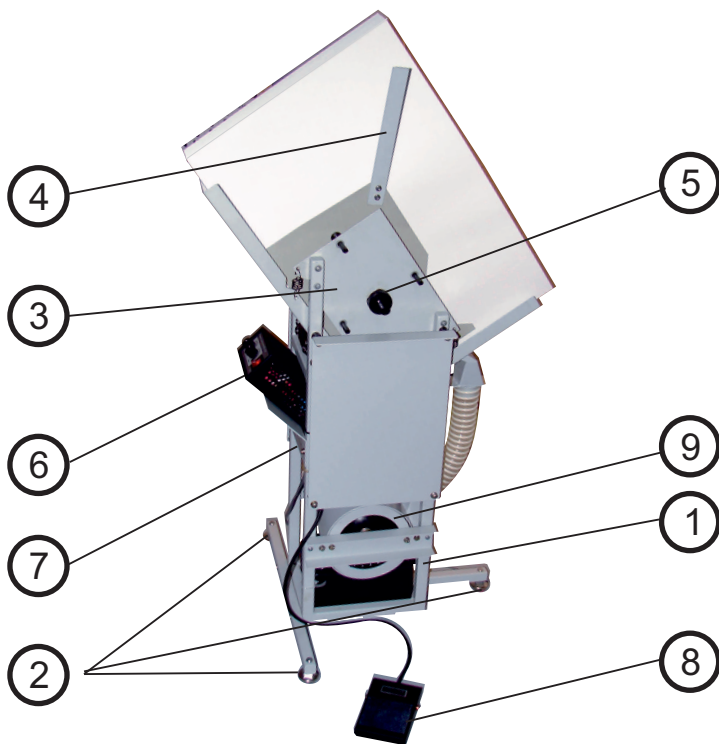

Рис. 1. Устройство сталкивателя
Основание сталкивателя выполнено в виде сварной конструкции из труб квадратного сечения (1) (см. рис. 1). Снизу основания вкручиваются три ножки (2). Две из них вместе с несущей планкой закреплены на основании с помощью винтов и могут сниматься для уменьшения габаритов при транспортировке.
1. Прикрутите с помощью винтов ножки (2) (см. рис. 1) вместе с планкой и направляющие (4) для больших форматов, если они были сняты для транспортировки.
5. Вращением ручек (5) установите расстояние между боковыми стенками лотка (3) примерно на 2 см больше толщины пачки бумаги, которую нужно выровнять.
6. Поместите пачку бумаги в лоток между боковыми стенками таким образом, чтобы длинная сторона пачки была параллельна длинной стороне лотка, а короткая - короткой. Примерно через 1 сек. по сигналам оптических датчиков начнется процесс сталкивания. При необходимости, интенсивность сталкивания можно изменить вращением рукоятки «Интенсивность» на пульте управления в процессе работы. Сталкивание прекращается по команде таймера, установленного рукояткой «Время», либо после кратковременного нажатия педали. Продолжить процесс сталкивания можно также кратковременно нажав педаль (8).